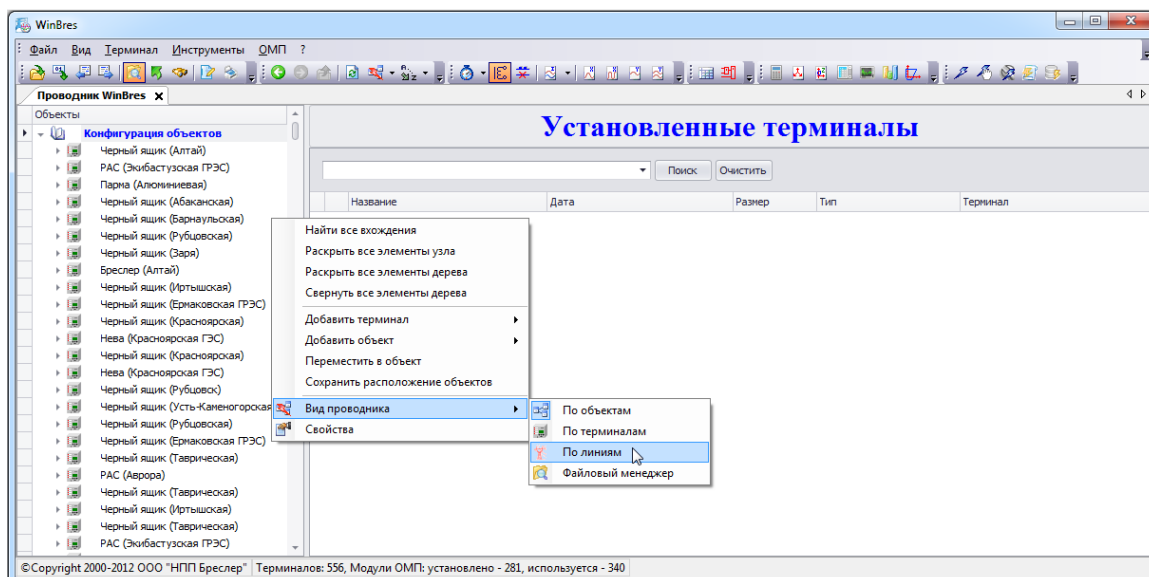

Рис. 2.2.1. Переход в режим проводника «По линиям»
- при помощи пункта **«Вид проводника»** контекстного меню, вызываемого нажатием правой кнопки мыши в области дерева проводника. В дополнительном меню выбирается необходимый для работы режим (рис. 2.2.1);